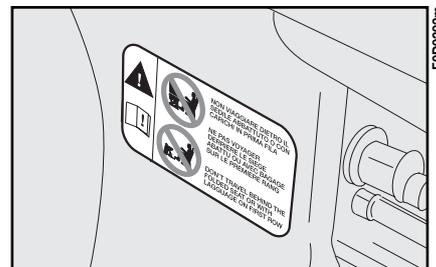
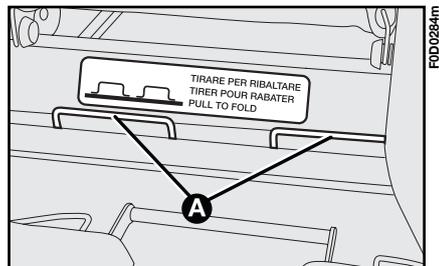
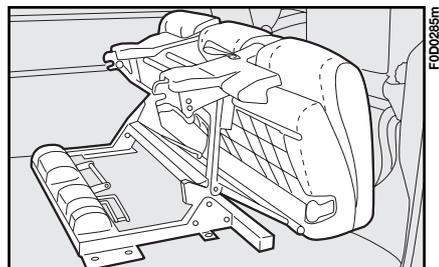

fig. 65
fig. 66
fig. 67
**Non viaggiare in 3a fila con la panchetta 2a fila ribaltata (vedere fig. 67). Non posizionare inoltre alcun tipo di oggetti sullo schienale della panchetta 2a fila abbattuto: in caso di urto o brusca frenata potrebbero essere proiettati contro gli occupanti del veicolo causando gravi lesioni. Per maggiori informazioni vedere quanto specificato nella targhetta adesiva ubicata sotto lo schienale della panchetta (fig. 65).**
Se, successivamente al ribaltamento si desidera impacchettare la panchetta, tirare le due leve **A**-fig. 66 ubicate sotto lo schienale (come specificato nella targhetta adesiva) e ribaltare in avanti la fila della panchetta completa (fig. 67).